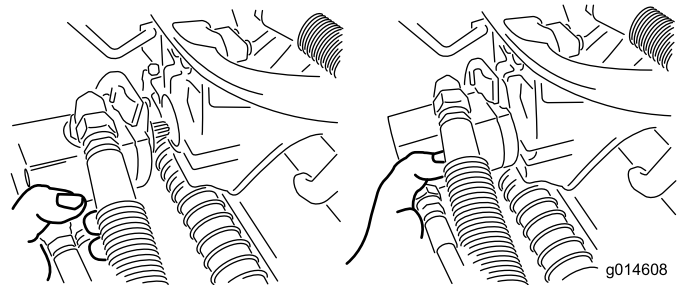

Figura 51
- Spostate il motore in posizione di stoccaggio davanti al braccio di sospensione (Figura 51).